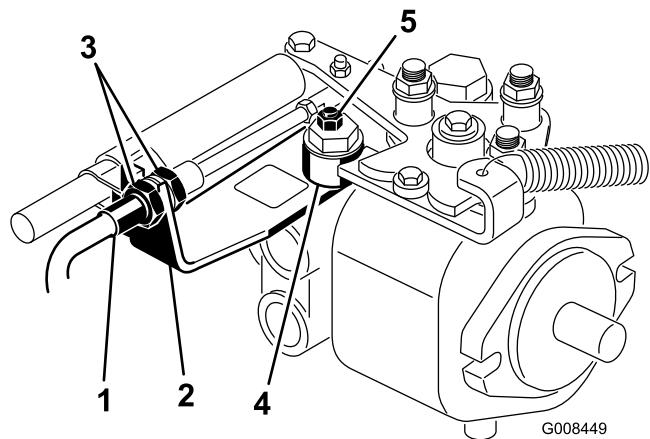

Figura 49
- A. Allentate entrambi i controdadi che fissano il cavo di comando della trazione alla paratia dell'igrostatato (Figura 49). Verificate che i controdadi siano ugualmente allentati, in modo sufficiente da consentire la messa a punto.
- B. Allentate il dado che fissa l'eccentrico alla parte superiore dell'igrostatato (Figura 49).
- D. Fate girare l'eccentrico finché non riscontrate movimenti in alcuna direzione. Quando la ruota cessa di girare, serrate il dado di bloccaggio dell'eccentrico per mantenere la messa a punto (Figura 49). Verificate la regolazione portando l'acceleratore in posizione Slow e Fast.
- E. Da ambo i lati della piastra serrate in modo **uniforme** i dadi che fissano il cavo di trazione alla piastra (Figura 49). Non torcete il cavo.